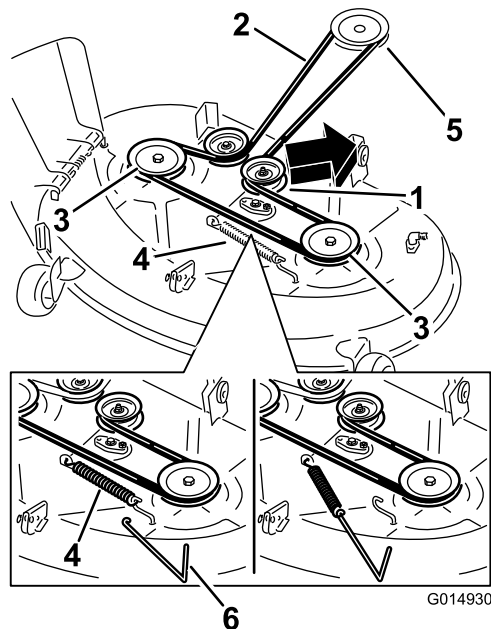

Figura 60
- Usando una herramienta para la retirada de muelles (Pieza Toro N° 92-5771), retire el muelle tensor del gancho de la carcasa para eliminar la tensión de la polea tensora, y retire la correa de las poleas (Figura 60).
- Pase la correa nueva alrededor de las poleas del motor y del cortacésped (Figura 60).
- Usando una herramienta para la retirada de muelles (Pieza Toro N° 92-5771), instale el muelle tensor sobre el gancho de la carcasa y tense la polea tensora y la correa ((Figura 60).